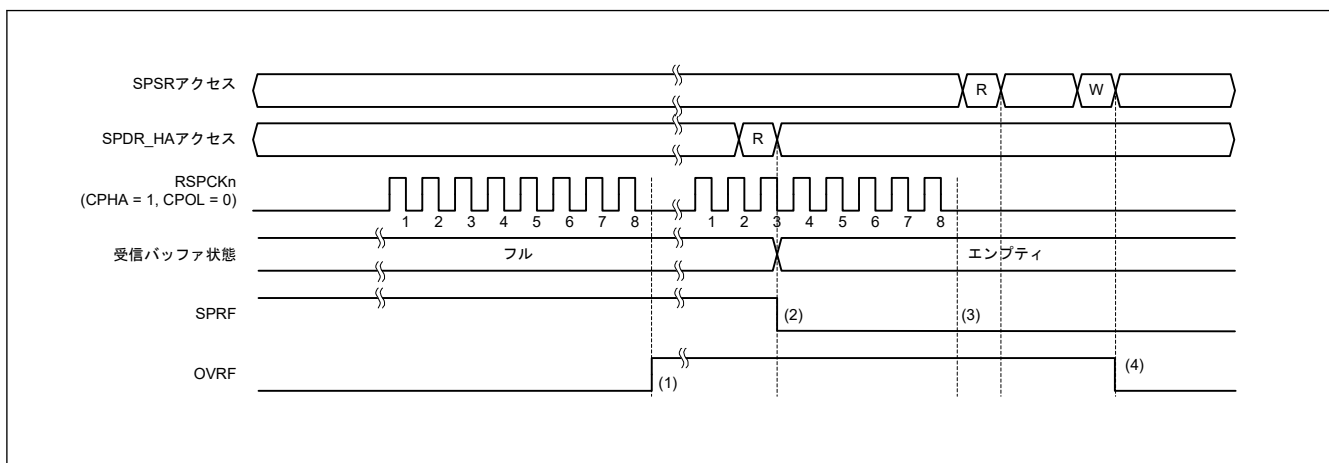

図 30.37 OVRF フラグおよび SPRF フラグの動作例
図 30.37 に、SPSR.OVRF フラグと SPRF フラグの動作例を示します。図 30.37 に記載した SPSR アクセスと SPDR_HA アクセスは、それぞれ SPSR、SPDR_HA レジスタへのアクセス状況を示しています。W は書き込みサイクル、R は読み出しサイクルを示しています。この例では、SPCMDm.CPHA ビットが 1、SPCMDm.CPOL ビットが 0 の設定で、SPI が 8 ビットのシリアル転送を実行しています。RSPCKn 波形の下に記載した数字は、RSPCKn サイクル数 (= 転送ビット数) を示しています。
以下に、図 30.37 の (1)～(4) に示したタイミングでのフラグの動作内容を説明します。